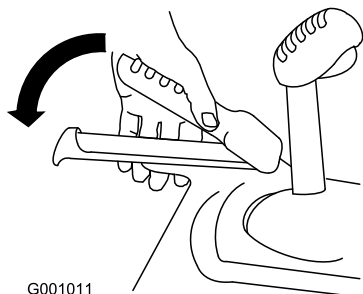

Рисунок 19
3. Прижмите левый рычаг (тяги) к рукоятке (Рисунок 19).
6. Прижмите левый рычаг (тяги) к рукоятке (Рисунок 19).